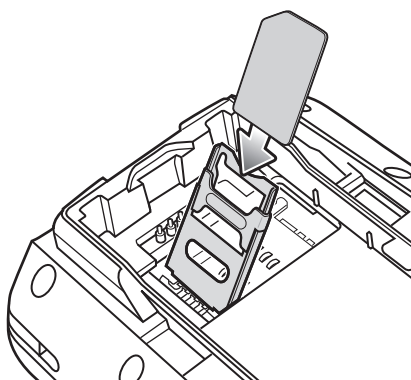

Abbildung 1-4 Einsetzen der SIM-Karte
3. Legen Sie die SIM-Karte ein, wie in Abbildung 1-4 gezeigt. Die abgeschrägte Ecke der Karte muss nach außen und die Kontakte müssen nach unten gerichtet sein.